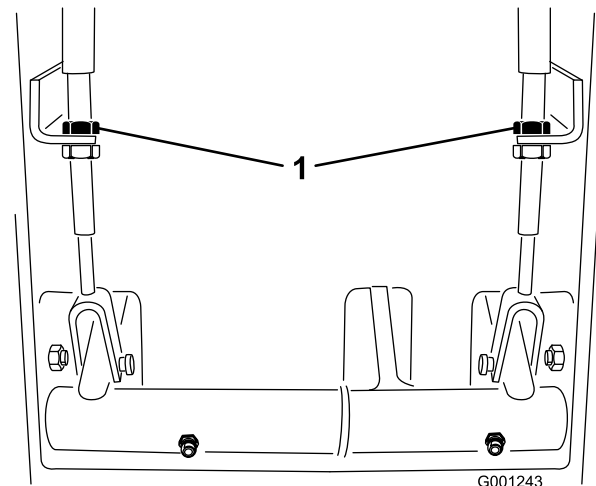

Figura 63
2. Per ridurre il gioco dei pedali dei freni, stringete i freni allentando il dado anteriore sull'estremità filettata del cavo del freno (Figura 63). Serrate il dado posteriore per spostare indietro il cavo, finché i pedali del freno non hanno un gioco compreso tra 13 e 25 mm.